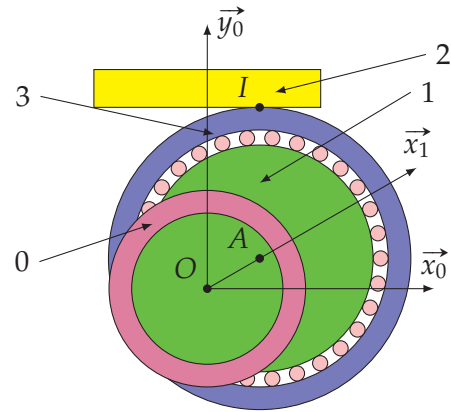

FIGURE 2 – Pompe à excentrique - évolution
Afin d'améliorer le fonctionnement, on décide de modifier l'axe excentrique (figure 2) en ajoutant un roulement à aiguilles (3).